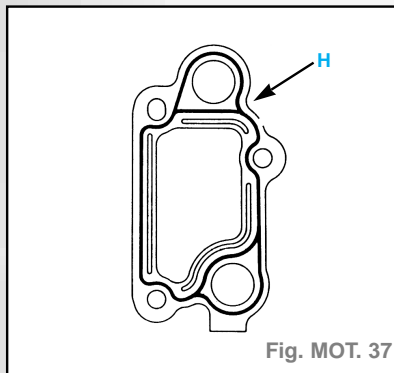

Fig. MOT. 37
- Reposer le support du thermostat, l'étanchéité étant réalisée grâce à du **Loctite 518**. Le cordon (H) doit avoir une largeur de **0,6 mm à 1 mm** et appliqué suivant le schéma (fig. MOT. 37).